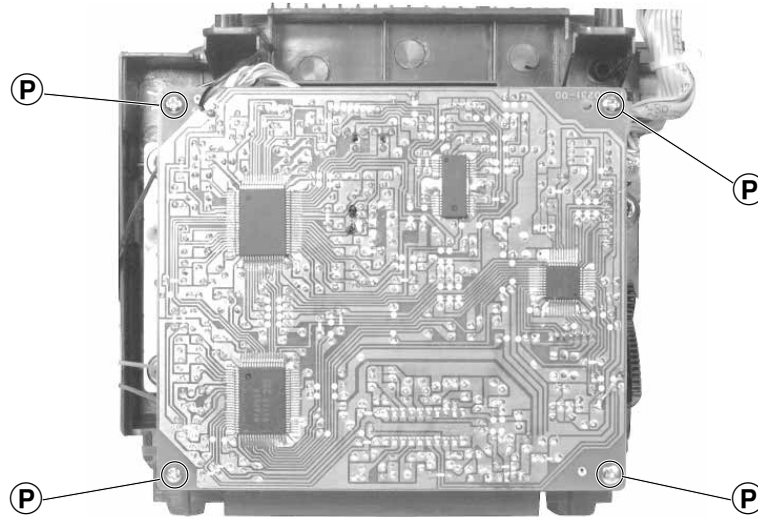

Fig. 7
- 4 Schrauben P (Fig. 7) herausdrehen.
- Undo 4 screws P (Fig. 7).